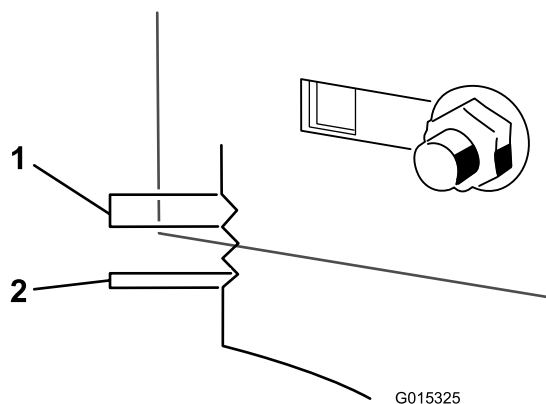

Figure 53
10. Utilisez les fentes du support soudé pour mesurer le réglage requis. La surface de chaque fente équivaut à 6 mm (0,25 po), et un côté équivaut à 3 mm (0,125 po) (Figure 53). Réglez le tablier de coupe à la hauteur voulue.